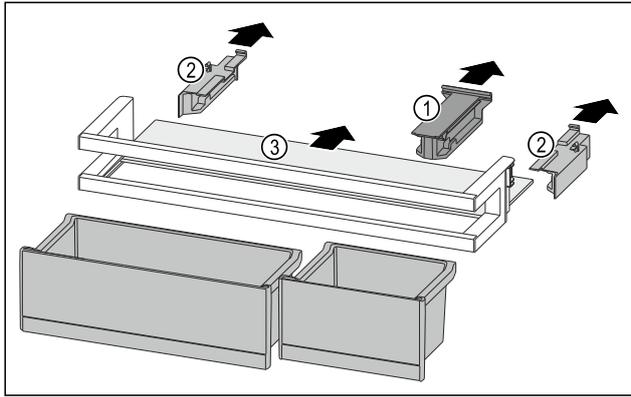

Fig. 143
- ▶ 拉出定位件 Fig. 143 (1)。
- ▶ 拉出侧面部分 Fig. 143 (2)。
- ▶ 取出搁板 Fig. 143 (3)。